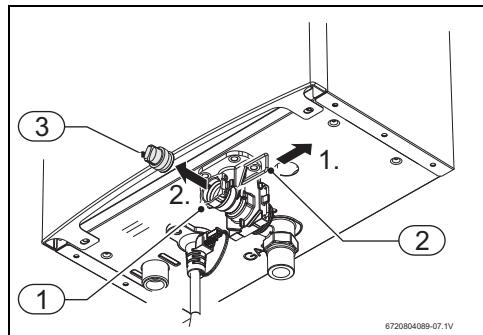

Рис. 10 Сливной винт
- ▶ Не устанавливайте водонагреватель в помещениях, в которых температура может опускаться ниже точки замерзания (0 °C). При опасности замерзания выключите водонагреватель и слейте воду (→рис. 10). **-или-**